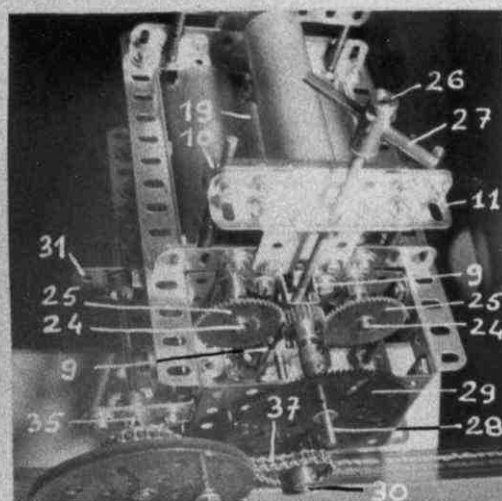

fig. 4
Le rouleau inférieur (19), seulement aperçu sur la figure 4, est monté entre deux trous des plaques (3). Il est fixé par le trou central de 2 accouplements boulonnés aux plaques (3 et 20). Ce rouleau inférieur tourne librement - centré par deux ressorts de compression - sur la tringle qui est bloquée seulement dans 1 des deux accouplements. Cette tringle doit être légèrement raccourcie afin de passer aisément entre les plaques (3). La base de chacune des tiges filetées de 15 cm (22) se termine par un collier taraudé avec cheville (23) retenu par une rondelle et un écrou. Au dessous de la poutrelle plate de 3 trous ce collier taraudé avec cheville est maintenu par une bague d'arrêt.